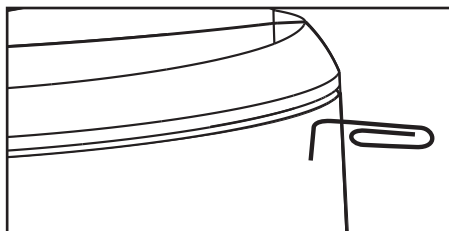

FIGURE 4
1. Separate the parts of the speaker. Remove the brackets and bracket knobs. Remove the grille by carefully hooking it with a bent paper clip and pulling it gently away from the cabinet [figure 4].
1. Retirez d'abord les boutons des supports et dégagez l'enceinte. Puis retirez la grille de l'enceinte en la soulevant délicatement à l'aide d'un trombone replié (figure 4).